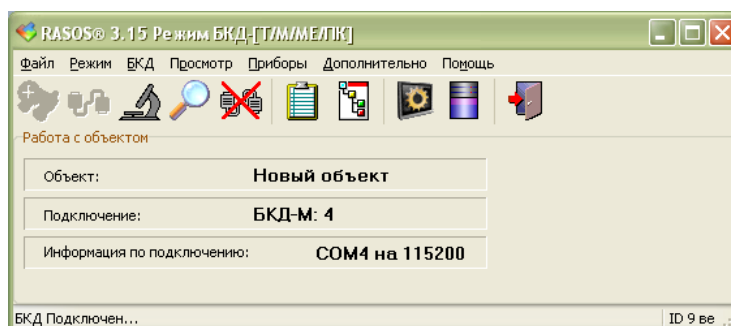

Рисунок 10 - БКД-М (USB-433) подключен
4) Выбрать команду «Поиск устройств» (рисунок 10)